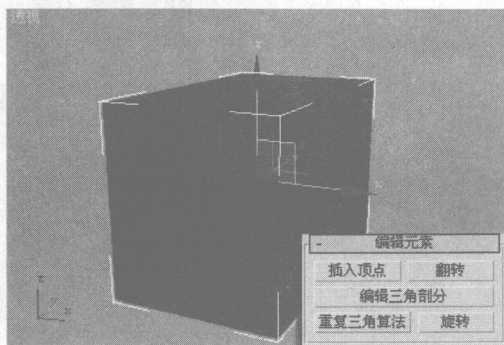

图 1-11 将长方体法线进行翻转
⑦ 单击“编辑元素”卷展栏内的“翻转”按钮，将选择子对象的法线进行翻转，如图 1-11 所示。